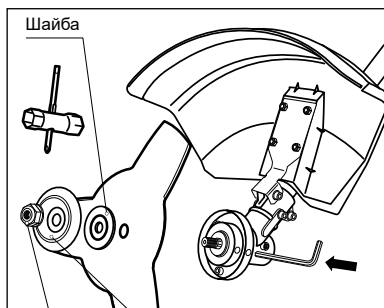

рис. 11
6. Установите режущий нож на фланцевую шайбу. Убедитесь, что режущий нож правильно отцентрирован и лежит на проточке шайбы. Установите на вал чашку крепления (рис. 11).
8. Удерживая стопорный стержень одной рукой, надежно затяните гайку трубчатым ключом (входит в комплект поставки), поворачивая ее против часовой стрелки (рис. 11).